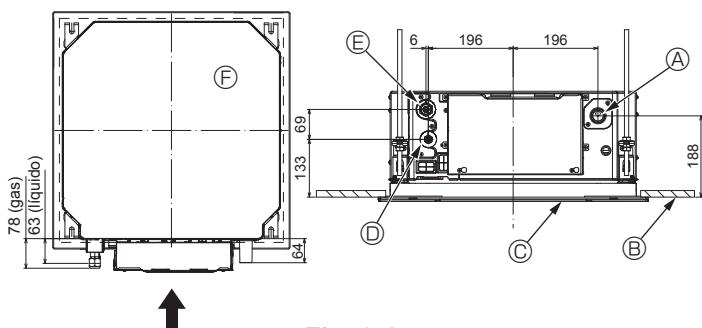

Fig. 3-1
3.1. Ubicaciones de los tubos de refrigerante y de drenaje de la unidad interior (Fig. 3-1)